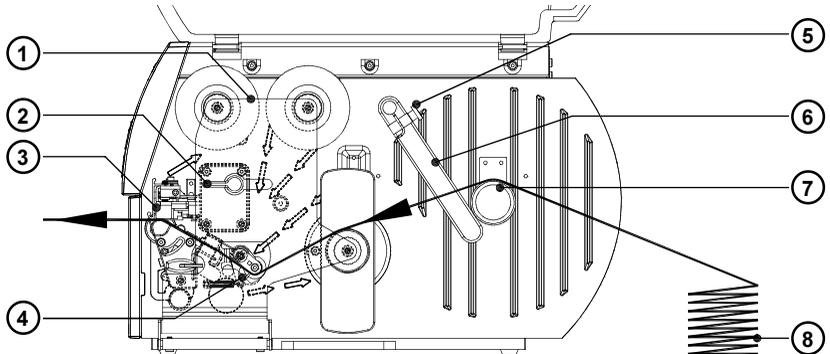

Bild 7h Einlegen von leporello-gefalteten Etiketten
2. Lösen Sie die Rändelschraube (5) und schieben Sie die Führung (6) so weit wie möglich nach außen. Schwenken Sie die Führung am Abwickler (7) vorbei nach unten.
4. Platzieren Sie den Etikettenstapel (8) hinter dem Drucker. Beachten Sie, dass die Etiketten auf dem Streifen von oben zu sehen sind.
5. Schwenken Sie den Hebel (2) bis zum Anschlag im Uhrzeigersinn und heben Sie dadurch die Druckkopfbaugruppe (3) an.
6. Klappen Sie die Stütze (1) nach unten.
7. Schieben Sie den Führungsring (4) so weit wie möglich nach außen.
8. Führen Sie den Etikettenstreifen gemäß Bild 7h durch den Drucker.
10. Schieben Sie die Führung (6) gegen die Außenkante des Etikettenstreifens, schwenken Sie die Führung nach oben gegen den Abwickler und ziehen Sie die Rändelschraube (5) an.
11. Schieben Sie den Führungsring (4) gegen die Außenkante des Etikettenstreifens.
12. Klappen Sie die Stütze (1) nach oben und achten Sie darauf, dass alle Zentrierstifte in die Lagerstellen der Stütze greifen.
13. Schwenken Sie den Hebel (2) entgegen dem Uhrzeigersinn bis zum Anschlag. Damit wird der Druckkopf verriegelt.